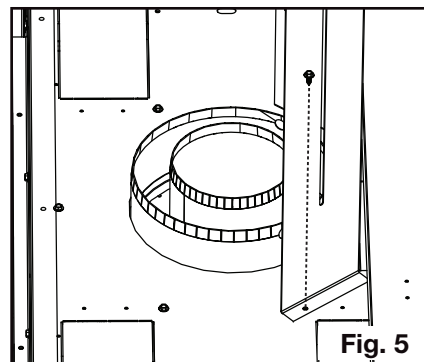

Fig. 5
5. Utilisez les attaches à l'étape 4 pour fixer le bouclier d'évent sur l'appareil (Figure 5).